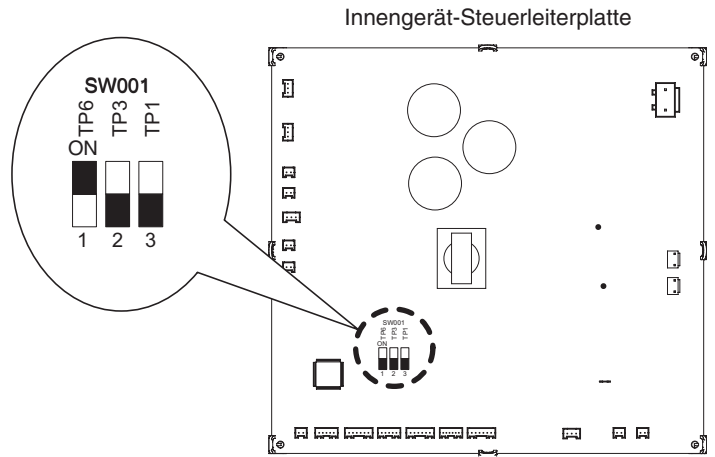

Abb. 8-1
2. Den Deckel des Gehäuses der elektrischen Komponenten öffnen und den Ort des Wahlschalters an der Innengerät-Steuerleiterplatte ausfindig machen. (Abb. 8-1)
3. Die Ein/Aus-Schalter, die sich gegenwärtig in Ein-Stellung (ON) befinden, auf Aus (OFF) stellen.